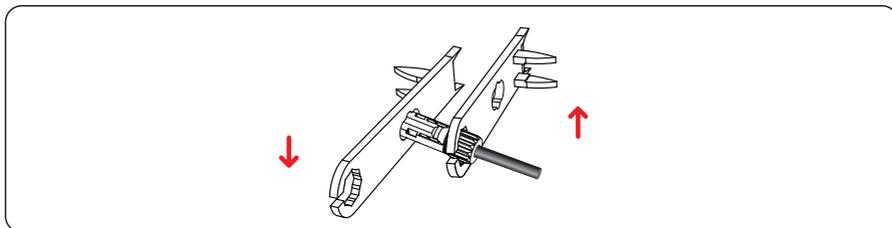

Figura 5.11 Conectores de travamento
Passo 4 Aperte as porcas de travamento nos conectores positivo e negativo usando uma chave de remoção, conforme mostrado na Figura 5.11